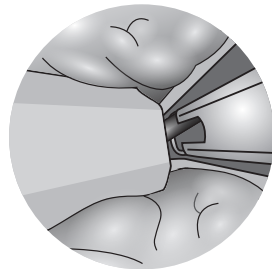

Figure 7
ATTENTION : Si le fil de suture n'est pas positionné contre le bord le plus proche du trou de serrure (exemple illustré dans la **Figure 7**, ci-dessous), cela peut entraîner un mauvais déploiement de la pièce terminale urétrale ou une section incomplète du fil de suture.
3.5 Appuyer sur le bouton du mécanisme de libération urétral en direction du télescope (**étape 4, Figure 7**) pour déployer la pièce terminale urétrale et sectionner l'excès de longueur du fil de suture. Après l'enfoncement du bouton du mécanisme de libération urétral, l'ensemble de l'implant a été déployé. Si le fil de suture n'est pas complètement sectionné après l'enfoncement du bouton du mécanisme de libération urétral, suivre l'étape 5.3 pour sectionner manuellement le fil de suture. Il est impossible de mettre en place d'autres implants au moyen du même dispositif de pose.